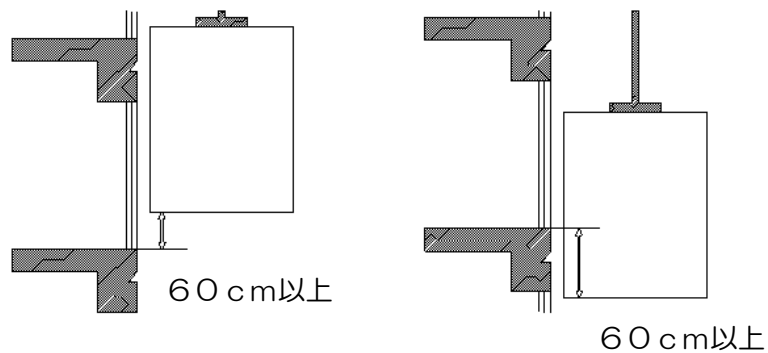

図8-5：かご床と乗場床が上下60cm以上の場合
- ※ かご床と乗場床が上下60cm以上の場合は作業手順4へ進む（図8-5参照）